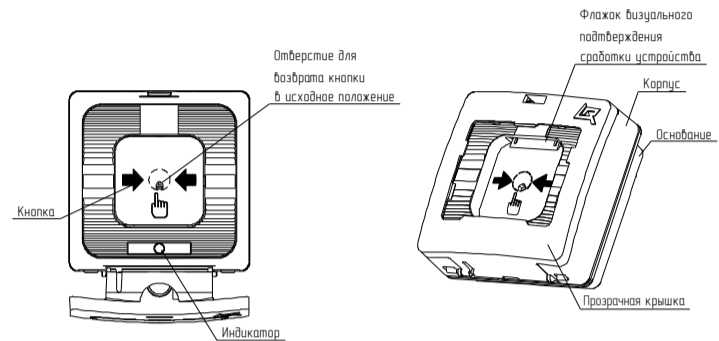

Рисунок 1
- б) нажатие на приводной элемент (кнопку) (Рисунок 1, раздел 6).
5.1 УДП представляют собой устройства, формирующие сообщение о событии при нажатии на кнопку. При этом формируется сообщение в виде скачкообразного уменьшения сопротивления в ШС до величины не более 500 Ом, сопровождающееся включением оптического индикатора и выпадением цветного флажка (Рисунок 1).
Выпадающий цветной флажок является визуальным подтверждением нажатого состояния кнопки УДП (Рисунок 1). При возврате кнопки в исходное положение флажок занимает начальную позицию.